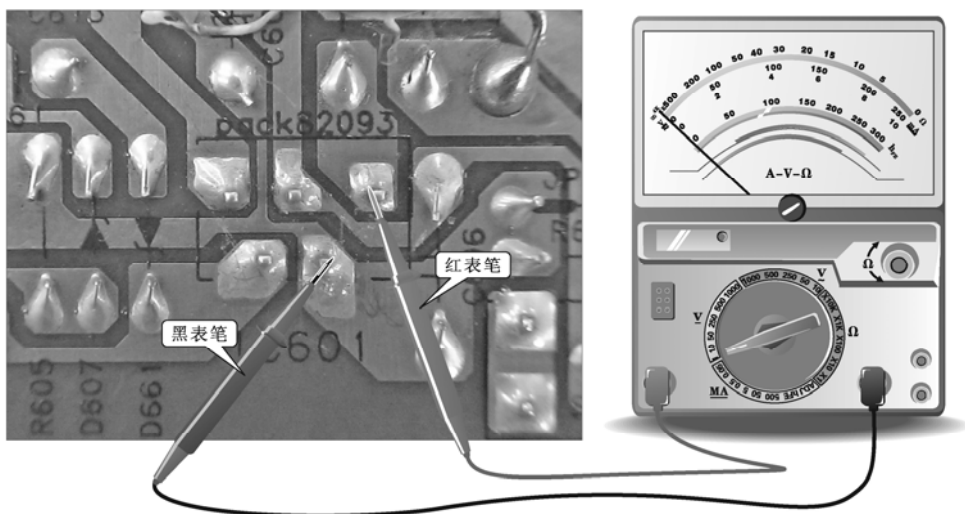

图 3-77 检测开关集成电路①脚的电压
接下来检测开关集成电路①脚的电压,检测方法 & 检测数值如图3-77所示。